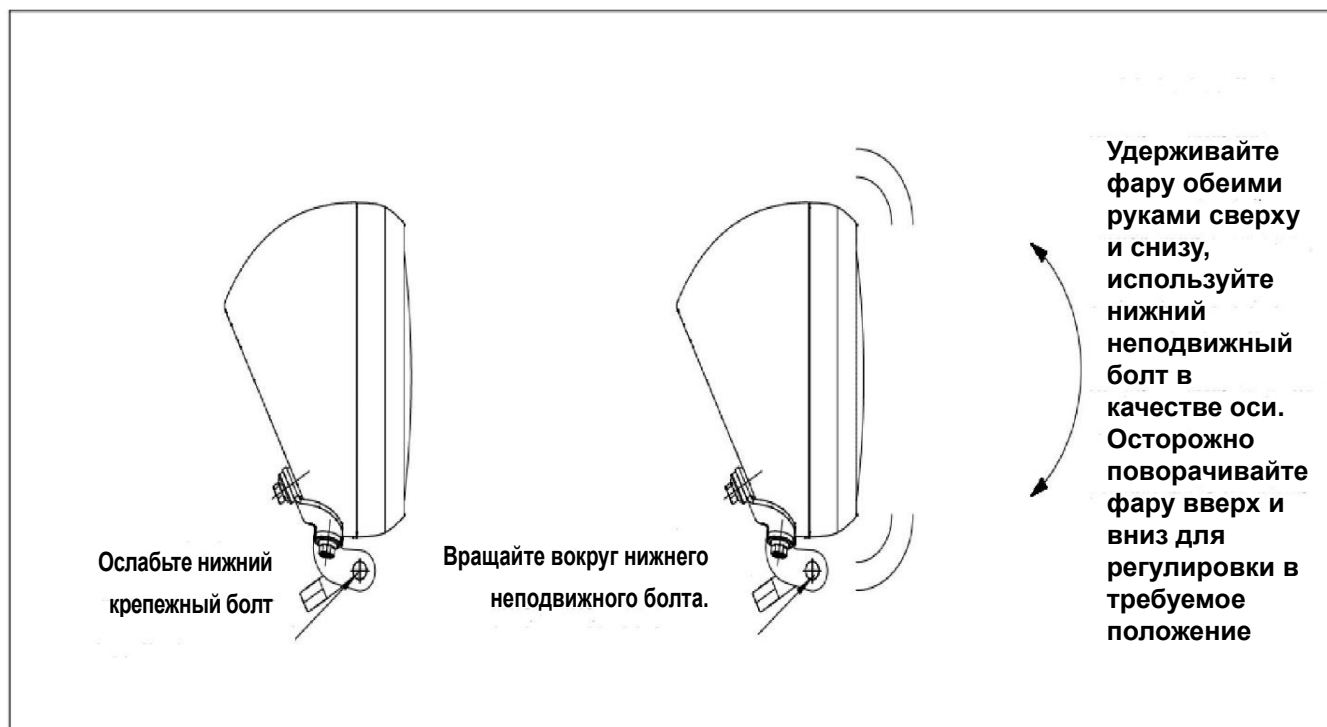

Рис. 9
4.6. Регулировка света фары (Рис. 9)